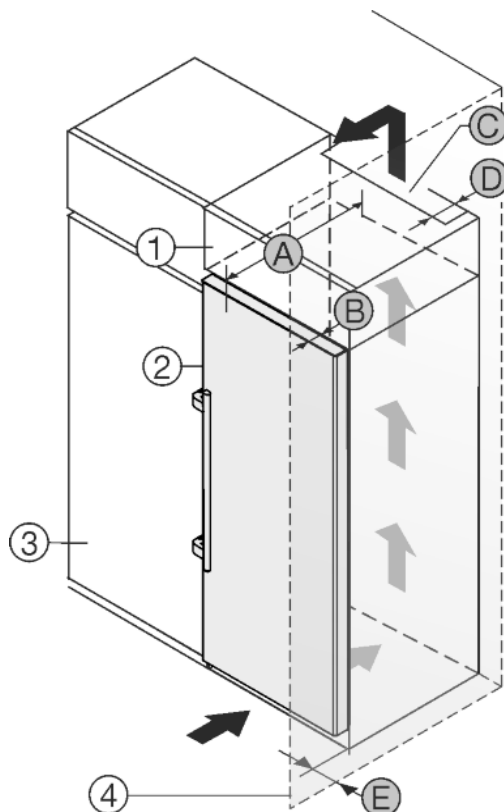

Fig. 21
Het apparaat kan in keukenkasten worden ingebouwd. Om het apparaat Fig. 21 (2) aan de hoogte van het keukenblok aan te passen, kan boven het apparaat een opzetkast Fig. 21 (1) worden aangebracht.
Het apparaat kan direct naast de keukenkast Fig. 21 (3) worden geplaatst. Om de deuren volledig te kunnen openen, moet het apparaat overeenkomstig de diepte Fig. 21 (B) t.o.v. het keukenkastfront uitsteken. Afhankelijk van de diepte van de keukenkast en het gebruik van de wandafstandhouders kan het apparaat verder uitsteken.
- Aan de achterzijde van de opzetkast moet een luchtafvoerkanaal met de diepte Fig. 21 (D) over de volledige breedte van de opzetkast aanwezig zijn.
- Onder het plafond moet de ventilatiedoorsnede Fig. 21 (C) worden aangehouden.
Wanneer het apparaat met de scharnieren naast een wand *Fig. 21 (4)* wordt geplaatst, moet de afstand *Fig. 21 (E)* tussen apparaat en wand worden aangehouden. Dit komt overeen met de uitsteekmaat van de handgreep bij geopende deur.